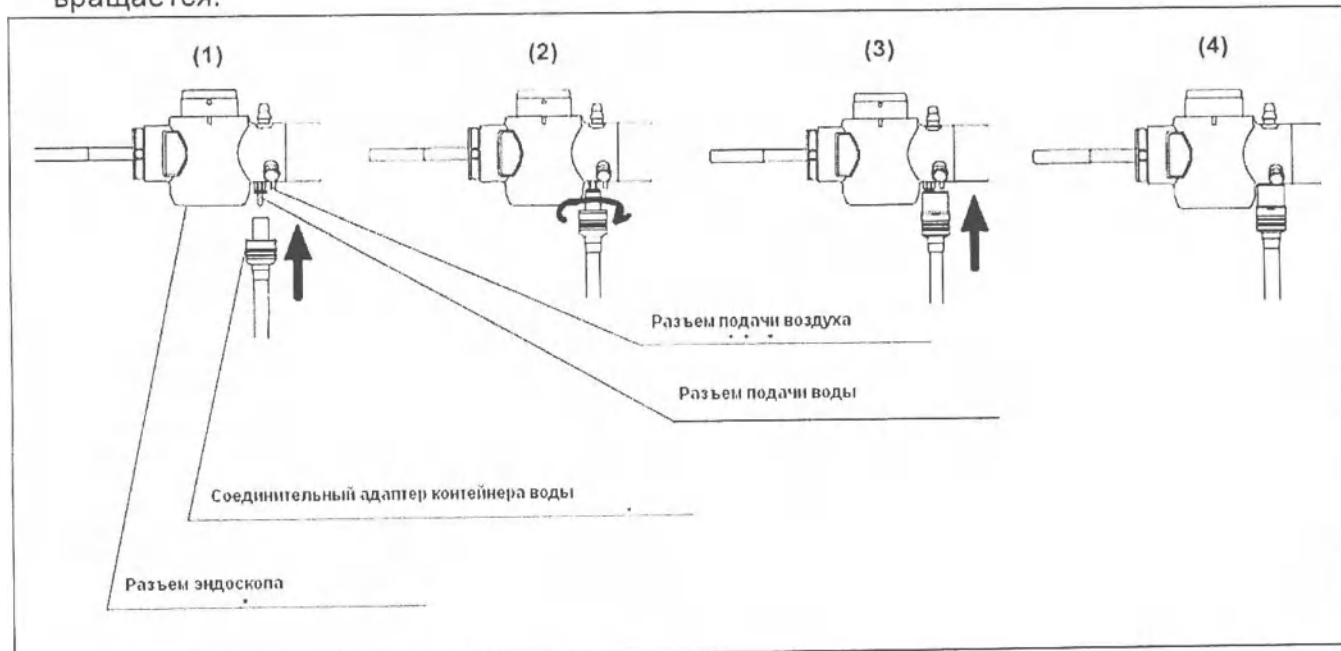

Рисунок 3.25
3. Соедините соединительный адаптер контейнера воды с разъемом подачи воздуха и с разъемом подачи воды (смотрите Рисунок 3.25).